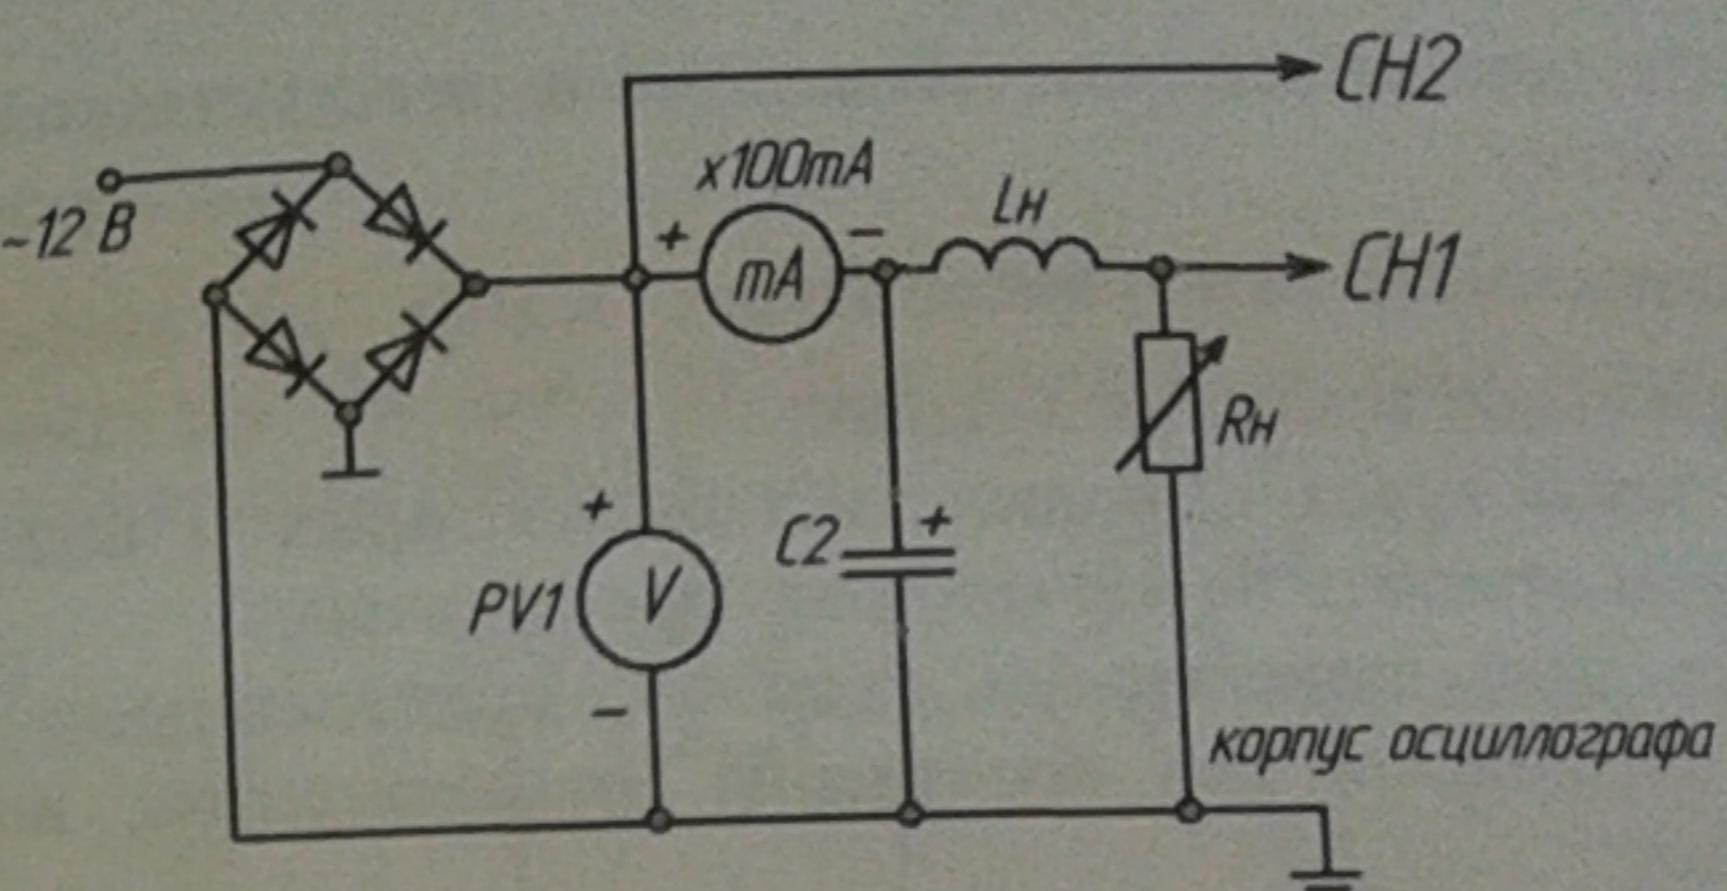

Рис. 4
- а) собрать схему по рис. 4. Установить заданное значение тока нагрузки  $R_H$ . В качестве вольтметра использовать PV1. Подключить входы осциллографа;